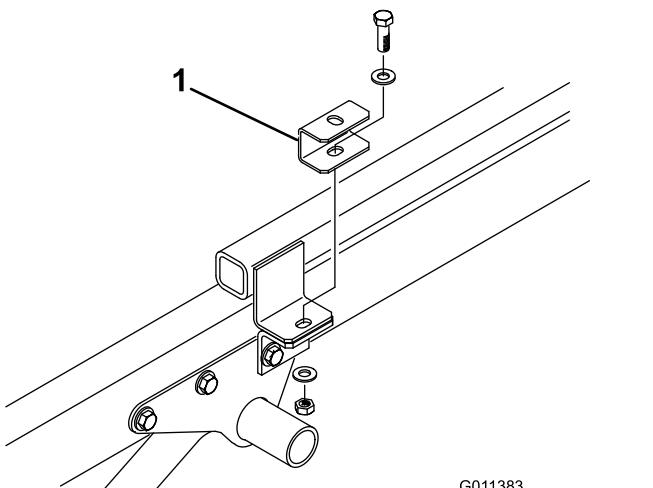

Figura 7
4. Fissate una staffa distanziale sopra ogni linguetta del telaio d'attacco con la vite a testa cilindrica, le 2 rondelle piane e il dado di bloccaggio rimossi precedentemente (Figura 7).
posteriori con i fori su ciascun lato del telaio (Figura 7).